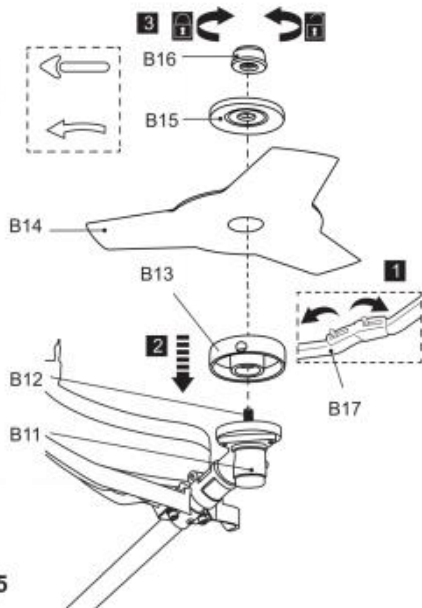

Fig. 5
7) Apriete la tuerca (B16) para asegurar la cuchilla del cortador en sentido antihorario mientras bloquea el eje (B12) con la llave hexagonal (E5). Retire la llave hexagonal después (Fig. 5).